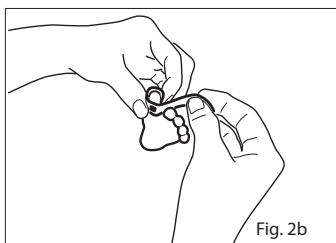

Fig. 2b
- Reportez-vous à la Fig. 2b. Enroulez le capteur adhésif autour de l'orteil de sorte que l'émetteur soit positionné sur le lit de l'ongle du gros orteil. La fenêtre du détecteur doit être complètement couverte pour assurer la précision des mesures.